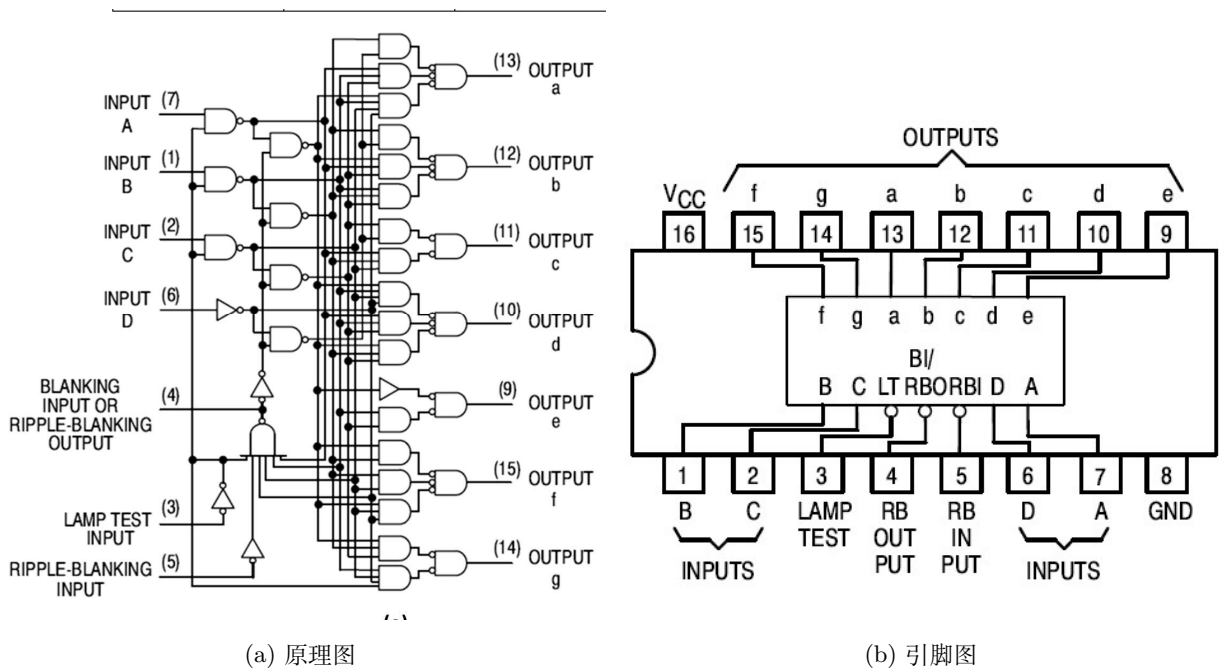
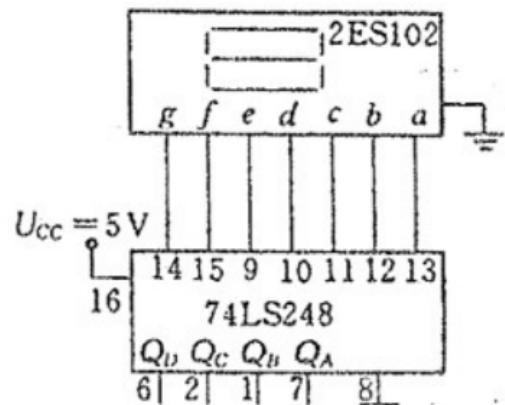

图 5.2: 74LS248 内部原理及其引脚图
图 5.6: 译码显示成分
4. 按图 5.6 所示, 将译码器 74LS248 和显示器 2ES102 连接起来, 分别输入图 5.2 所示的数据, 把 74LS248 的 (a、b、c、d、e、f、g) 输出状况和显示结果填入图 5.2 中, 验证其逻辑功能。
4. 按图 5.6 所示，将译码器 74LS248 和显示器 2ES102 连接起来，分别输入图 5.2 所示的数据，把 74LS248 的 (a、b、c、d、e、f、g) 输出状况和显示结果填入图 5.2 中，验证其逻辑功能。